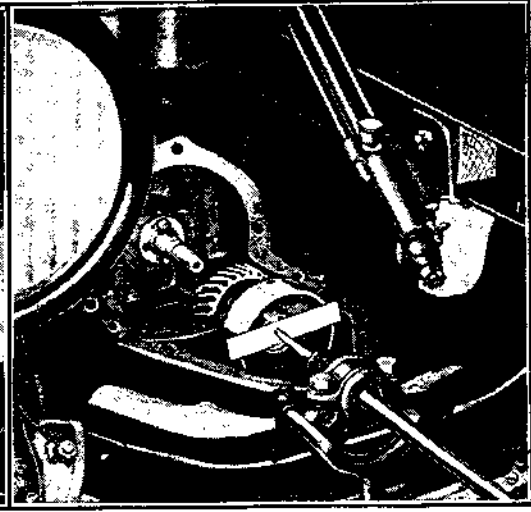
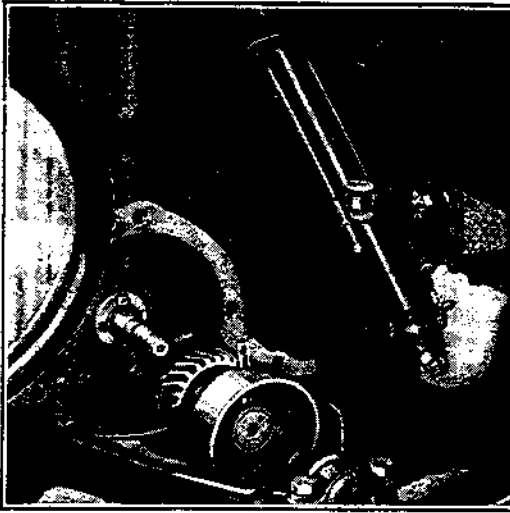

Fig. 277
Fig. 278
**461** — Monter la poulie de commande du ventilateur sur le vilebrequin. A cet effet, tenir un morceau de fer plat à travers la poulie et forcer celle-ci sur le vilebrequin à l'aide d'un chasse-poulie passé dans le coussinet de la manivelle de marche. (Voir fig. 277.) Fixer la poulie sur le vilebrequin en passant la clavette de mise en marche, son trou de goupille tourné vers le haut (voir fig. 278), dans le plus grand des deux trous de la poulie. Fixer la clavette avec une goupille.